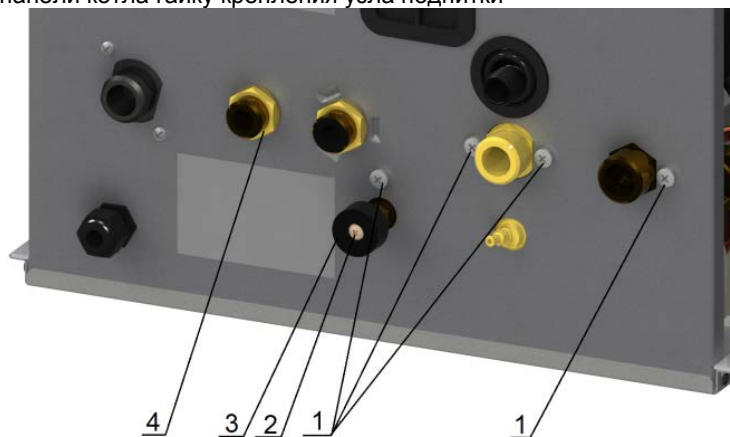

Рис. 14 Нижняя панель котла
- отвернуть на нижней панели котла 4 винта (1) крепления гидрогруппы, см. рисунок 14;
- отвернуть на нижней панели котла винт (2) крепления ручки и снять ручку (3);